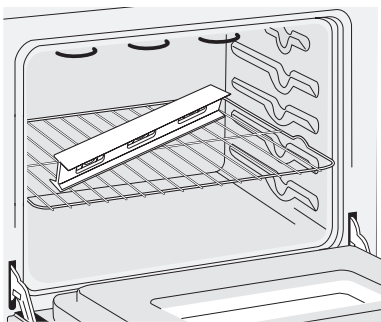

Figure 12
2. Déposez un niveau à bulle sur la grille (voir la figure 12). Prenez 2 lectures en plaçant le niveau en diagonale dans une direction, puis dans l'autre direction. Utilisez des entretoises de bois sous le four encastré pour niveler si nécessaire.